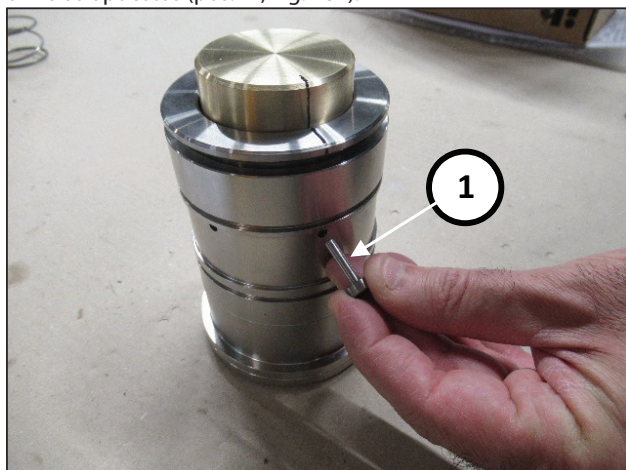

Fig. 184
Introducir los pernos de la herramienta cód. 27945400 en dos orificios opuestos (pos. ①, Fig. 184).